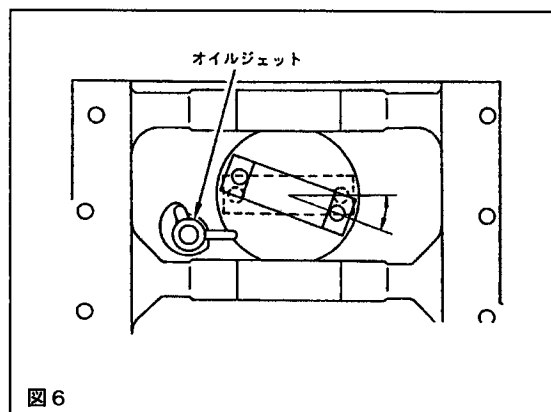

図 6
3. 3 コンロッドのベアリング内面にエンジンオイルを塗布し、図6の様にコンロッドを傾けオイルジェット及びシリンダ内壁に当たらないように挿入してください。